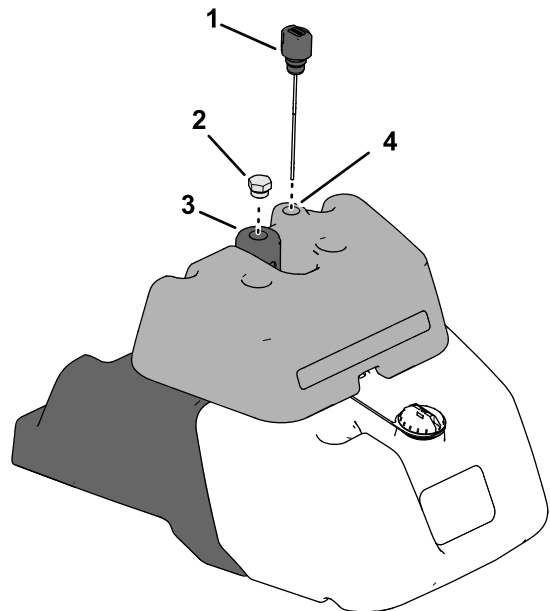

Figura 38
2. Compruebe el nivel de fluido hidráulico colocando la varilla del sistema hidráulico en la parte superior del depósito del detector de fugas (Figura 38).